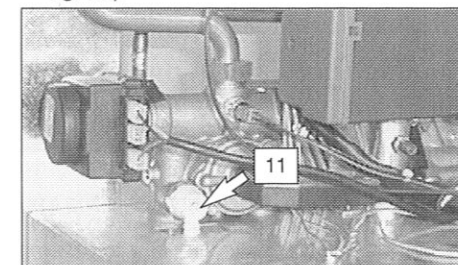

fig. 4.3
- 6 Allentare il rubinetto di sfiato manuale (11 in fig. 4.3).
9 Aprire lentamente il rubinetto di riempimento (36 in fig. 4.5) del circuito di riscaldamento e chiudere il rubinetto di sfiato manuale (11 in fig. 4.3) quando da quest'ultimo inizia ad uscire acqua..